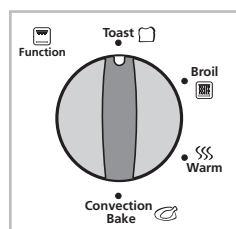

Figura 1
1. **Dial de selección de función** – Seleccione la función de cocción girando la perilla hasta la configuración deseada. (Vea la figura 1)